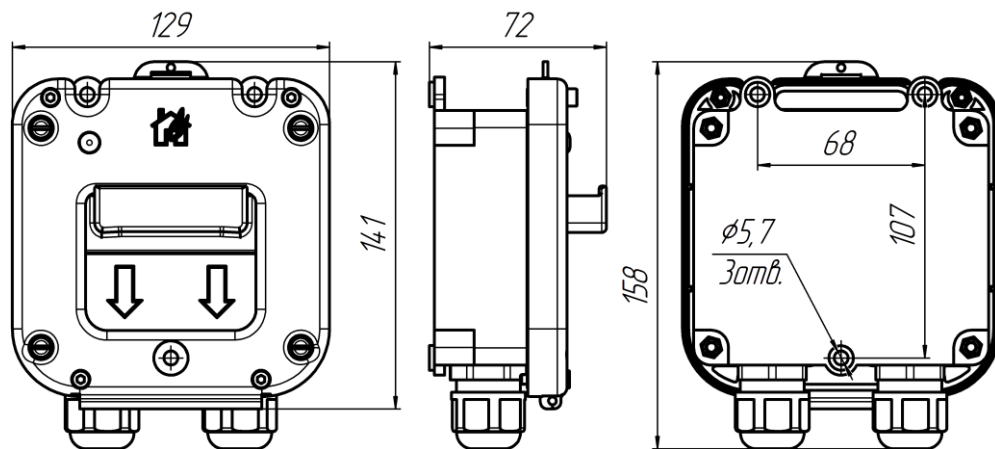
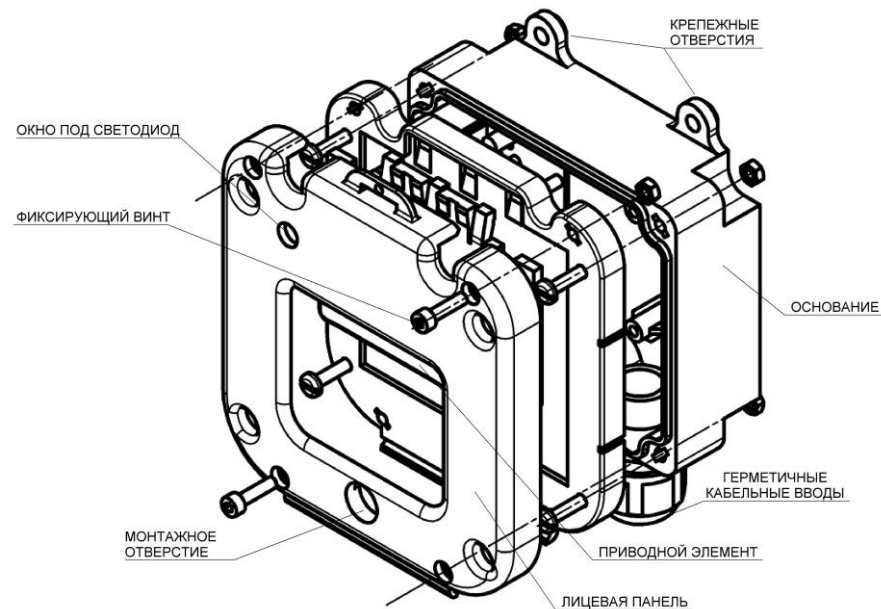

Рис.3. Габаритные размеры извещателя
Рис.1. Элементы конструкции извещателя
2.5. Конструктивно извещатель состоит из пластикового корпуса, основание которого с электронным блоком закрепляются на стене помещения. Затем лицевая панель с приводным элементом шурупами крепится к основанию. Корпус оборудован герметичными кабельными вводами в количестве 2 шт. для подведения проводников сечением до 1,5 мм². Элементы конструкции извещателя показаны на рис.1. Габаритные размеры извещателя показаны на рис.3.